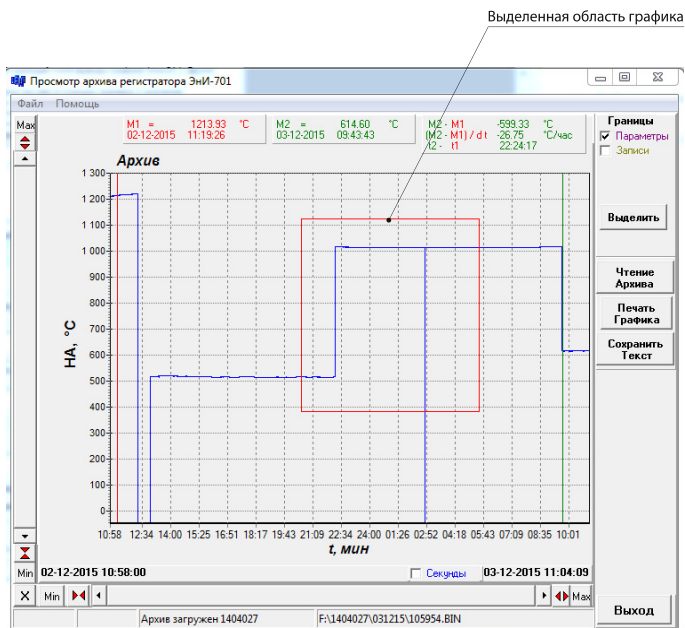

Рисунок 23 — Выделение области графика
- продолжая удерживать кнопку “Shift” и левую кнопку мыши перемещайте мышь. При этом в поле отображения графика появится область, ограниченная прямоугольником красного цвета (см. рисунок 23);